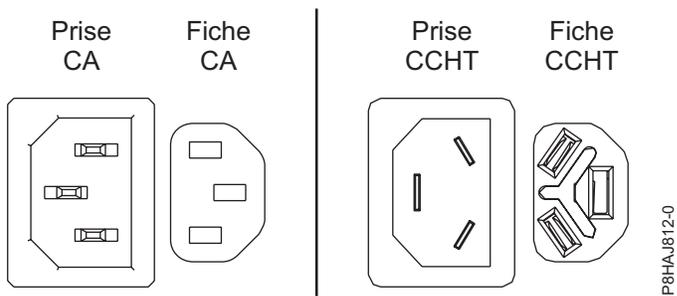
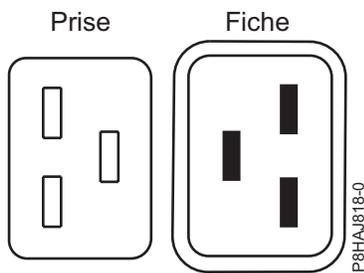
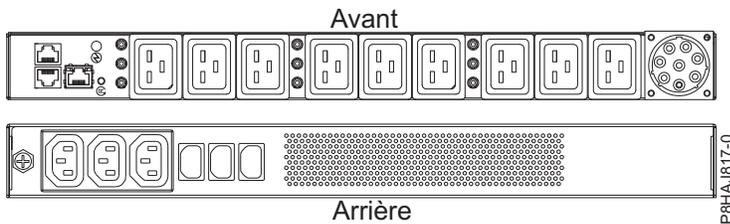

Figure 48. Connecteurs CA et CCHT
Figure 49. Connecteurs pour le système 8408-44E
Figure 50. Unité d'alimentation pour le système 8408-44E
La figure 48 représente les connecteurs pour courant alternatif (CA) et courant continu haute tension (CCHT) pris en charge. Les figure 49 et figure 50 illustrent les connecteurs et l'unité d'alimentation (PDU) pris en charge pour le système 8408-44E.